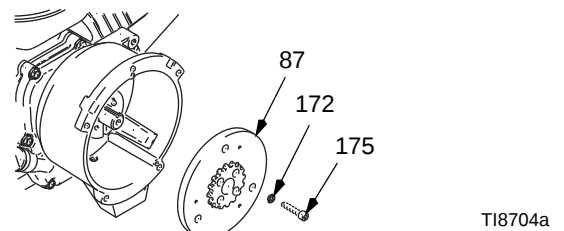

FIG. 7
9. FIG. 7. Utilize uma chave de percussão ou algo que sirva de cunha entre o induzido (87) e o cárter da embraiagem, para que o veio do motor fique seguro durante a remoção.
10. Retire os quatro parafusos (175) e as anilhas de segurança (172).
11. Retire o induzido (87).
4. Instale o induzido (87) no veio de transmissão do motor.
5. FIG. 7. Aperte os parafusos (175) e as anilhas de segurança (172) com um momento de aperto de 14 N.m (125 in-lb).